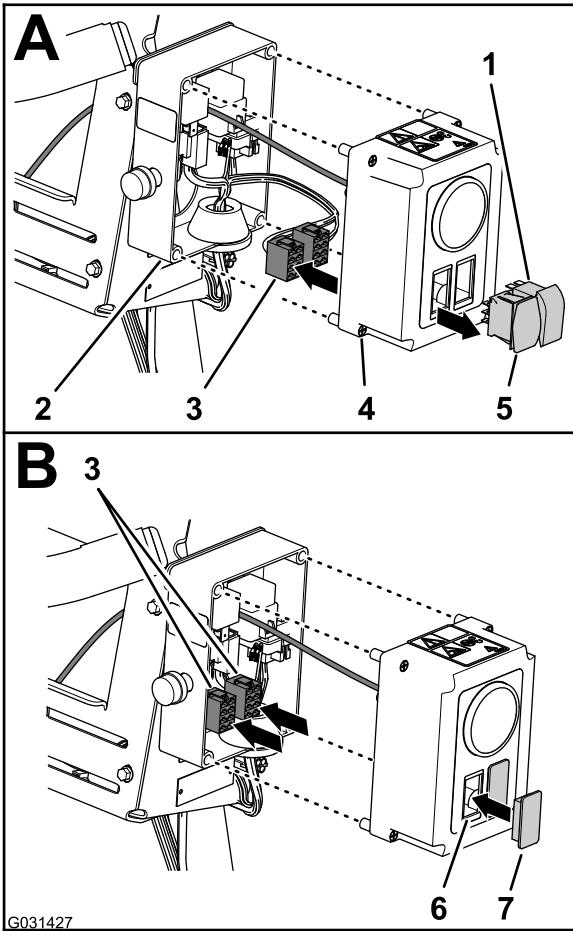
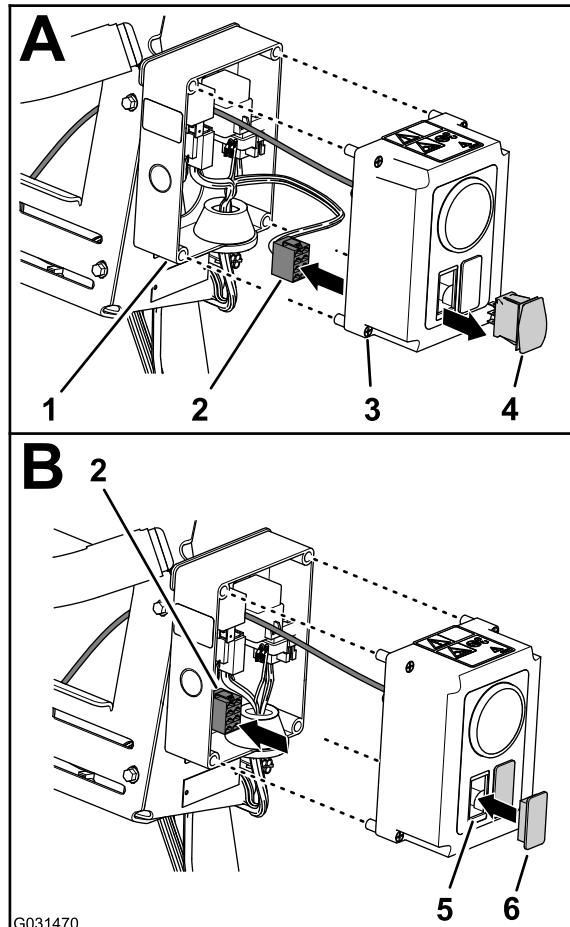

Figura 15
Figura 16
1. En la caja de control del kit de carrete de manguera eléctrico, afloje totalmente los 4 tornillos de cierre que fijan la cubierta a la caja de control y extraiga la cubierta con cuidado (Figura 15).
- A. Desconecte los 2 conectores (hembra de 8 vías) del arnés de la caja de control del interruptor de control de presión y del interruptor de encendido y apagado (Figura 15).
- B. Enrute los 2 conectores (hembra de 8 vías) dentro de la caja de control (Figura 15).
- C. Apriete las pestañas de retención de los 2 interruptores y saque los interruptores de la cubierta de la caja de control (Figura 15).
- A. Desconecte los conectores hembra de 8 vías del arnés de la caja de control del interruptor de control de presión (Figura 16).
- B. Enrute el conector hembra de 8 vías dentro de la caja de control (Figura 16).
- C. Apriete las pestañas de retención del interruptor y saque el interruptor de la cubierta de la caja de control (Figura 16).
3. Alinee el tapón o los tapones del interruptor con el orificio o los orificios en la cubierta donde retiró los interruptores (Figura 15 y Figura 16).
4. Inserte el tapón o los tapones del interruptor en la cubierta hasta que el tapón encaje firmemente en la tapa (Figura 15 y Figura 16).
5. Alinee la cubierta con la caja de control y fije la cubierta a la caja con los 4 tornillos de cierre (Figura 15).